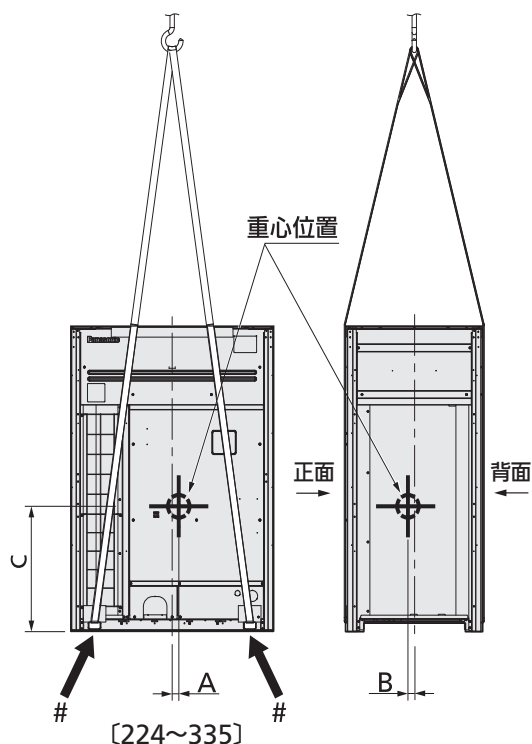

図5
クレーンで吊り上げる場合は、ユニットを傷つけないようベルトを使用し、以下の点に注意して、図5の要領で吊り上げてください。
- 4-4. ベルトを掛けるときは、必ず図5に示す矢印#の位置にある正面、背面各2か所の吊上ベルト挿入部にベルトを通してください。